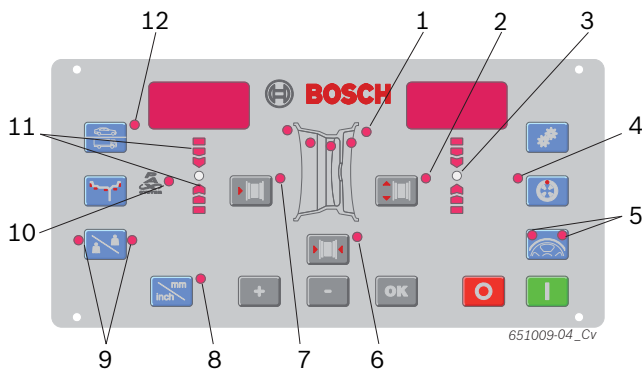

Fig. 4: LED disposti sul pannello di comando/pannello di visualizzazione
- ➔ Tramite i LED (fig. 4, pos. 1) vengono visualizzate le posizioni dei livelli di equilibratura per ciascun programma di equilibratura.
ii Se è selezionato un programma di equilibratura PAX si illumina additionally il LED Pax (fig. 4, pos. 10).
2. Selezionare la distanza del cerchione rilevato tramite il tasto <-> o <+> per distanza cerchione (fig. 4, pos. 7).
4. Selezionare la larghezza del cerchione rilevata tramite il tasto <-> o <+> per larghezza cerchione (fig. , pos. 6).
6. Selezionare il diametro del cerchione rilevato tramite il tasto <-> o <+> per diametro cerchione (fig. 4, pos. 2).
- ⇒ Entrambi i LED del tasto <SPLIT> (fig. 4, pos. 5) si illuminano.